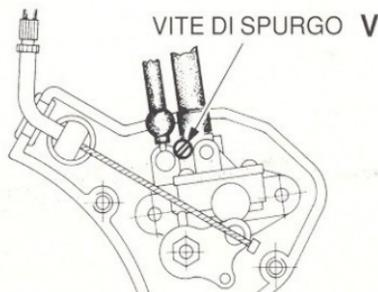

Fig. 5 (spurgo olio miscelatore)
- b) Svitare e togliere la vite di spurgo posta sulla pompa (Fig. 5 Rif. V).